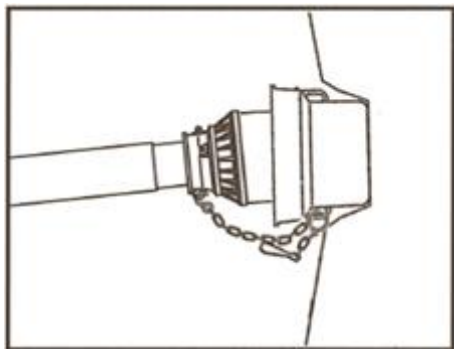

Рис. 38. Защитная воронка, зафиксированная удерживающей цепочкой
- Зафиксируйте защитную воронку удерживающей цепочкой на кожухе хвостовика вала (Рис. 38)